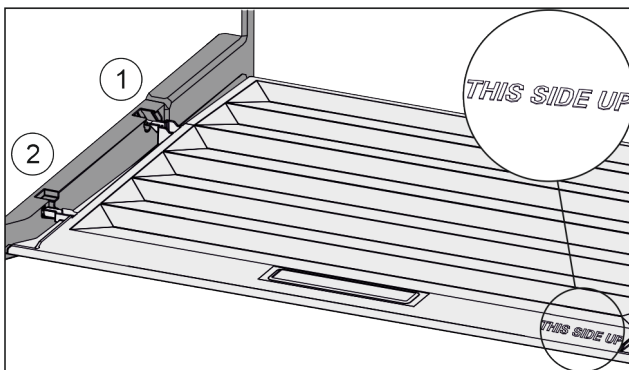

Fig. 78
- ▶ Deckelstege über Öffnung der hinteren Halterung Fig. 78 (1) einführen und vorne in Halterung Fig. 78 (2) einrasten.